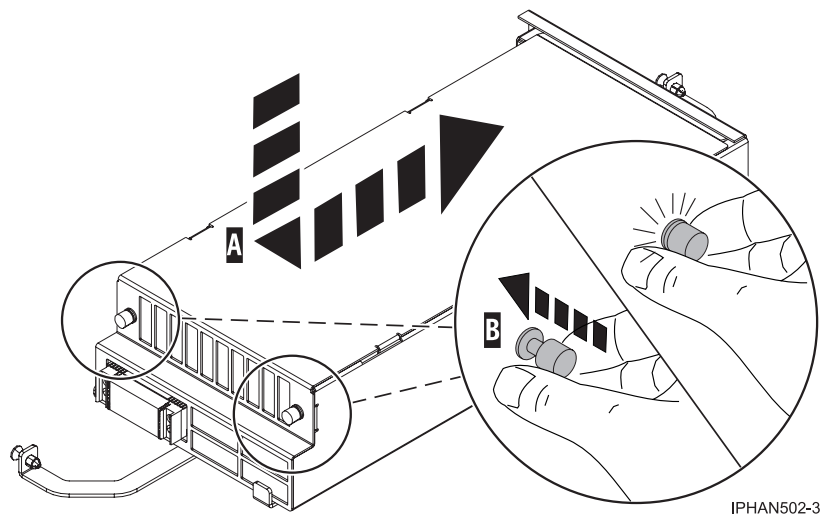

Figure 13. Réinstallation du cache de bloc processeur système
- Placez le capot (A) sur le bloc processeur puis verrouillez les deux boutons de blocage (B) comme illustré à la figure 13.